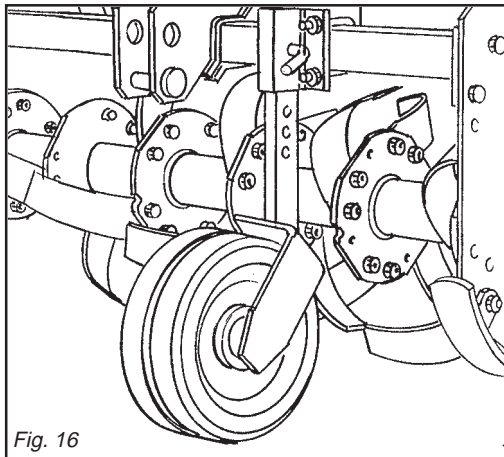

Fig. 16
**Zappatrici con ruote anteriori:** la regolazione si può effettuare anche con due ruote poste anteriormente alla zappatrice (Fig. 16). Queste vanno posizionate normalmente sulla stessa carreggiata delle ruote della trattoria per evitare il solco. La regolazione si effettua attraverso una serie di fori presenti sulla parte mobile del montante verticale.
**Rotary cultivators with front wheels:** depth regulations can also be done with the two front wheels (Fig. 16).
**Hackfräsen mit vorderen Laufrädern:** Die Einstellung kann auch mit zwei Rädern erhalten werden, die vor der Hackfräse angeordnet sind (Abb. 16).
**Houes avec roues avant:** le réglage est aussi possible avec les deux roues placées à l'avant de la houe (Fig. 16).
**Binadoras con ruedas delanteras:** la regulación puede efectuarse también con dos ruedas situadas en la parte anterior de la binadora (Fig. 16). Estas deben ser posicionadas normalmente en el mismo carril de las ruedas del tractor para evitar el surco. La regulación se efectúa a través de una serie de orificios ubicados en la parte móvil del montante vertical.